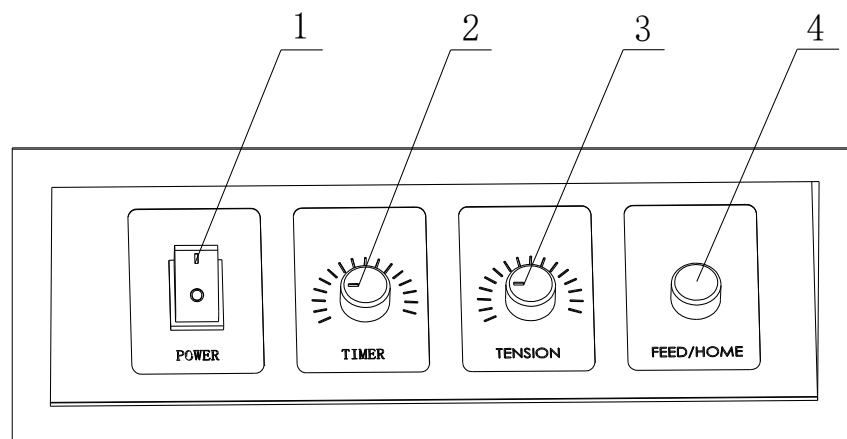

图 3-1
### 3-1 控制面板功能（见图 3-1）
- ②. 接通图 3-1 所示电源开关 1。
- ③. 将捆包物放于机器上，靠紧阻挡器。
- ④. 将带子绕过捆包物，顺着插带槽插入，机器即自动捆包。